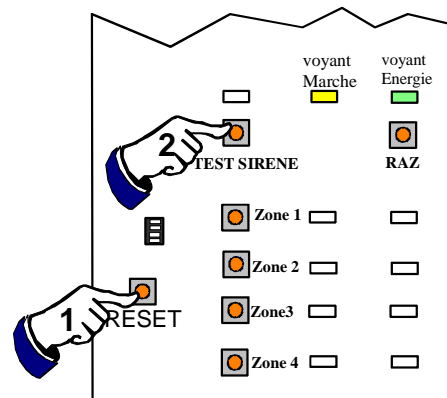

Figure 8 : Accès au mode apprentissage
- Appuyer sur le bouton poussoir **RESET**, situé sur la carte électronique de la centrale (Fig. 8)
- Appuyer deux secondes sur le bouton **TEST** situé sur la carte électronique de la centrale (Fig. 8), jusqu'à l'allumage simultané en fixe des deux voyants :